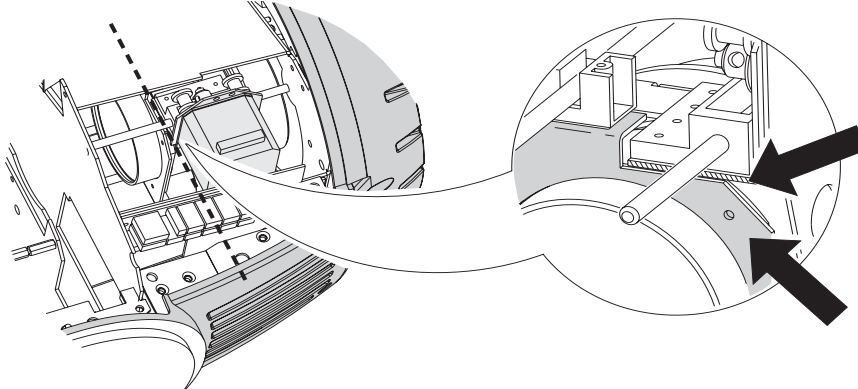

Bild 6: Kalibrierungspunkt des Zoom-Moduls
- 2 Um den Zoom zu kalibrieren, müssen Sie zunächst die untere Kopfabdeckung entfernen. Wählen Sie `UTIL-CAL-ZOOM` und drücken Sie [Enter]. Stellen Sie den Offset-Wert so ein, dass die Halteplatte der Zoomlinse mit der hinteren Kante des Schlittens der Fokuslinse fluchtet (Bild 6). Drücken Sie [Enter], um die Einstellung zu speichern und montieren Sie die Kopfabdeckung wieder.